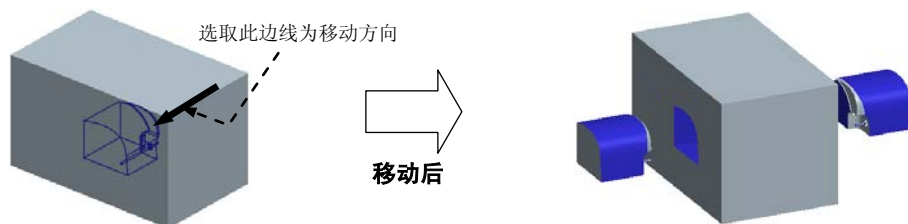

图 6.25 移动滑块和镶件
(3) 在系统的提示下,从模型树中选择滑块 1 和镶件 1 , 然后在“选择”对话框中单击 **确定** 按钮。
(4) 在系统的提示下,选取图 6.25 所示的边线为移动方向,然后在系统的提示下,输入要移动的距离值 50,按 Enter 键。
(1) 在 **DEFINE STEP (定义步骤)** 菜单中选择 **Define Move (定义移动)** 命令。
(2) 在系统的提示下,从模型树中选择滑块 2 和镶件 2 , 然后在“选择”对话框中单击 **确定** 按钮。
(3) 在系统的提示下,选取图 6.25 所示的边线为移动方向,然后在系统的提示下,输入要移动的距离值-50,按 Enter 键。
(4) 在 **DEFINE STEP (定义步骤)** 菜单中选择 **Done (完成)** 命令,移出后的状态如图 6.25 所示。